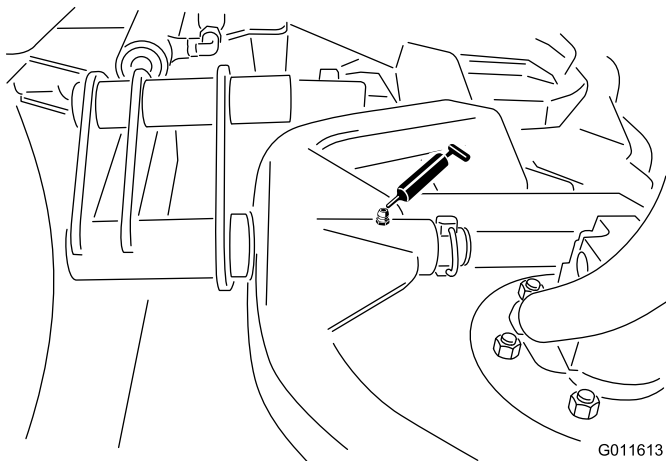

Bild 32
- Mähwerkträgerahmen und Drehzapfen (1 Stück) (Bild 32)